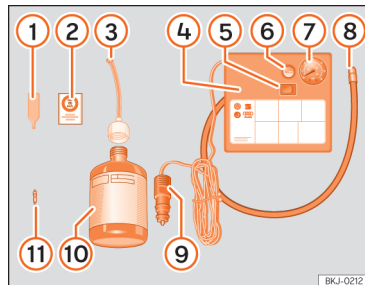

Abb. 258 Prinzipdarstellung: Bestandteile des Pannensets
Das Pannenset befindet sich im Gepäckraum unter dem Bodenbelag. Es besteht aus folgenden Bestandteilen »» (Abb. 258):
- Ventilkappe und Ventileinsatz vom Reifenventil abschrauben. Verwenden Sie den Ventileinsatzdreher »» [Abb. 258] ① zum Heraus-schrauben des Ventileinsatzes. Legen Sie den Ventileinsatz auf einem sauberen Untergrund ab.
- Reifenfüllflasche kräftig schütteln »» [Abb. 258] ⑩.
- Einfüllschlauch »» [Abb. 258] ③ auf die Reifenfüllflasche schrauben. Die Folie am Verschluss wird automatisch durchstoßen.
- Verschlussstopfen vom Einfüllschlauch »» [Abb. 258] ③ entfernen und das offene Schlauchende auf das Reifenventil schrauben.
- Ventileinsatz mit dem Ventileinsatzdreher »» [Abb. 258] ① wieder in das Reifenventil schrauben.
- Reifenfüllschlauch »» [Abb. 258] ⑧ des Luftkompressors fest auf das Reifenventil schrauben.
- Prüfen, ob die Luftablassschraube »» [Abb. 258] ⑥ zuge dreht ist.
- Kabelstecker »» [Abb. 258] ⑨ in eine 12-Volt-Steckdose des Fahrzeugs stecken »» S. 255.
- Luftkompressor mit dem EIN-/AUS-Schalter »» [Abb. 258] ⑤ einschalten.
- Kleben Sie den Aufkleber »» [Abb. 258] ② im Sichtfeld des Fahrers auf das Kombi-Instrument.
» » (Abb. 258) ⑧ wieder an und lesen Sie den Reifenfülldruck an der Reifenfülldruckanzeige ⑦ ab.